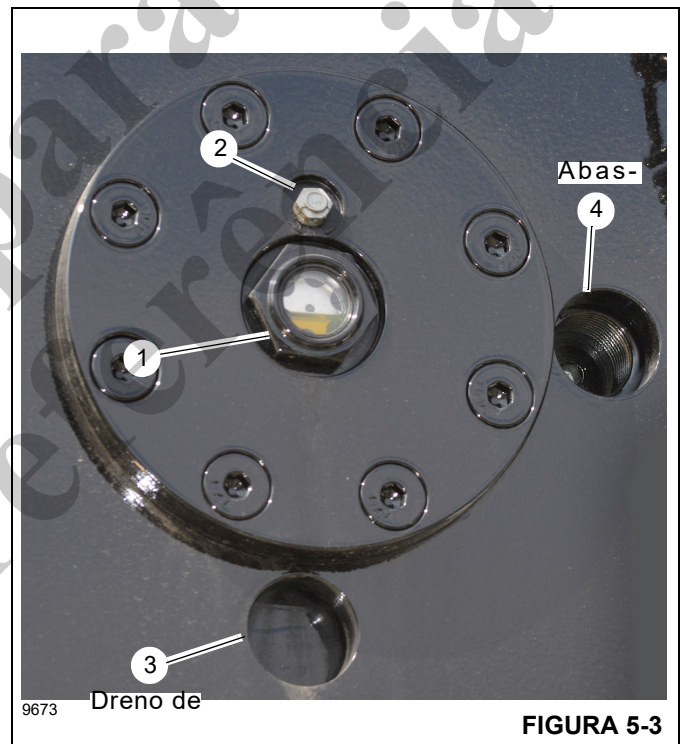
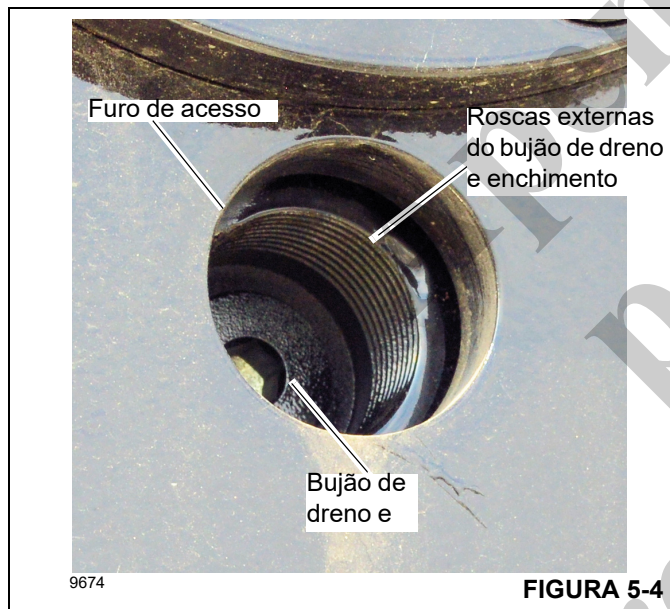

FIGURA 5-3
FIGURA 5-4
Verifique o nível do óleo no indicador visual (1, Figura 5-3) no guincho. Quando estiver frio e não estiver em operação, verifique o nível do óleo no indicador visual. O óleo deve estar aproximadamente acima da metade do indicador visual. A caixa de engrenagens e o freio do guincho comportam no máximo de 5,44 litros (11.5 pt) de óleo.
O dreno de óleo do guincho e o bocal de enchimento estão localizados no tambor. O bocal pode ser acessado através de um dos dois furos de acesso. O furo de acesso da parte inferior (posição das 6 horas) (3, Figura 5-3) é utilizado ao drenar o óleo. O furo de acesso na lateral (posição das 3 horas) é utilizado ao abastecer o guincho com óleo (4).
1. Remova o bujão de respiro (2, Figura 5-3). Limpe com solvente conforme necessário. Reserve para uso posterior.
2. Gire o tambor do guincho de modo que o bujão de dreno e enchimento (Figura 5-4) esteja alinhado com o furo de acesso do dreno de óleo na posição das 6 horas (3, Figura 5-3).
3. Instale um tubo curto de 1 pol. (25 mm) nas roscas externas ao redor do bujão de dreno e enchimento (Figura 5-4).
8. Revista a rosca do bujão de respiro (2, Figura 5-3) com óleo e instale o bujão de respiro.
1. Gire o tambor do guincho de modo que o bujão esteja alinhado com o furo de acesso de abastecimento de óleo na posição das 3 horas (4, Figura 5-3).
2. Usando uma chave Allen de 5/16 pol. (8 mm), remova o bujão de dreno e enchimento (Figura 5-4).
4. Inspeccione visualmente o nível do óleo no indicador visual (1, Figura 5-3). Quando terminar de encher, o nível do óleo deve estar aproximadamente acima da metade do indicador visual.
5. Usando uma chave Allen de 5/16 pol. (8 mm), instale e aperte o bujão de dreno e enchimento (4, Figura 5-4). Aperte o bujão de dreno e enchimento com torque de 67,8 Nm (50 lb-pés).